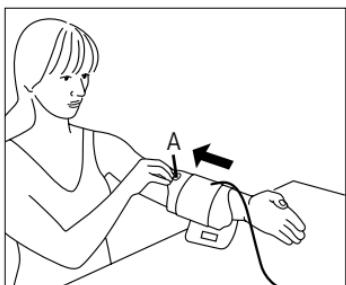

Abb. 1
- Die Messung muss am unbekleideten Oberarm durchgeführt werden. Sollte Ihre Manschette komplett geöffnet sein, so führen Sie das Ende der Manschette durch den Metallbügel, so dass eine Schlaufe entsteht. Der Klettverschluss muss dabei außen liegen. Fassen Sie die Manschette an der Grifflasche A (siehe Abb. 1) an und stülpen Sie diese über den Oberarm.